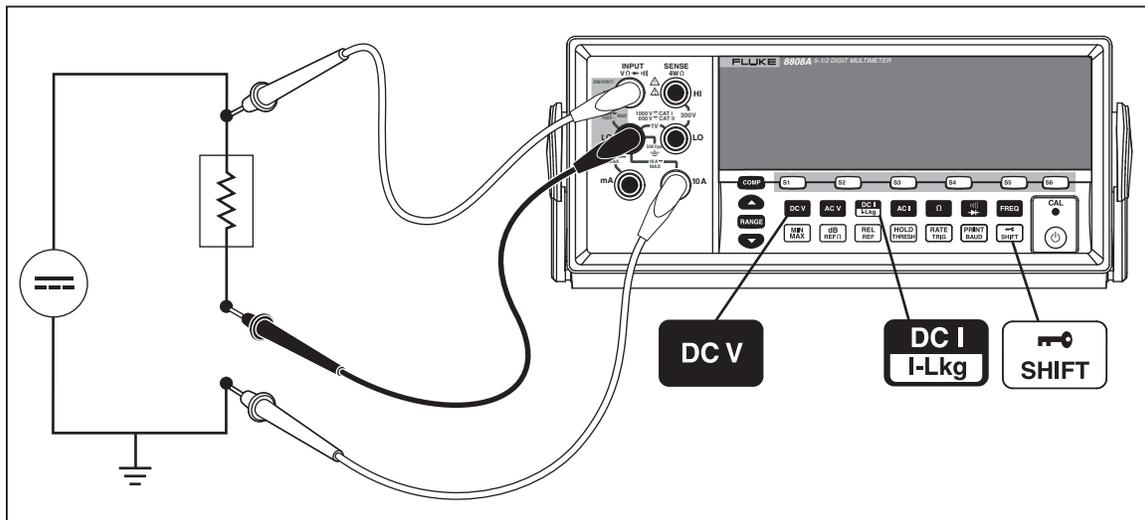

Abbildung A-2. Gleichspannungs- und Gleichstrommessung für Eingangssignal
4. Die Messleitungen gemäß Abbildung A-2 an den Teststromkreis anschließen und die Messwerte in der Anzeige lesen. Strom wird zwar als negativer Wert dargestellt, ist aber, wenn er gemäß der Stromflusskonvention interpretiert wird, in Wirklichkeit ein positiver Wert.